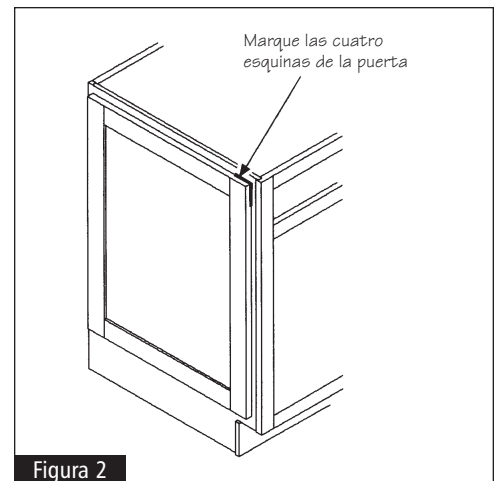

Figura 2
- 2 Coloque el panel de la puerta en el lugar deseado. Con un lápiz, marque las cuatro esquinas de la puerta en el costado del gabinete. Vea la figura 2.